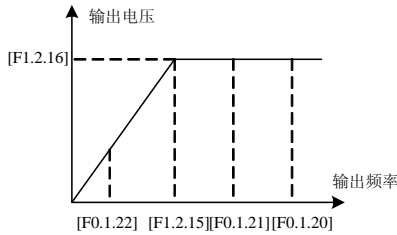

图 7-7 频率参数定义示意图
最大输出频率、上限频率和下限频率应根据实际被控电机的铭牌参数和运行工况的需求谨慎设置，三者的关系如图 7-7 所示。
► 图 7-7 中的[F1.2.15]是电机基准频率，[F1.2.16]是电机基准电压。